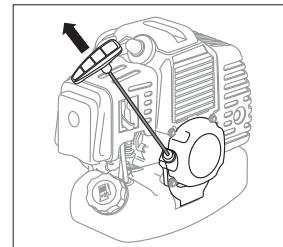

fig. 11
6. Ținând trimmerul trageți lin de mânerul starterului până în momentul de cuplare în mecanismul starterului. După care trageți energetic de cablu până la 50-60 cm (fig. 11). Pentru a evita deteriorarea carcasei starterului nu lăsați mânerul starterului să revină înapoi brusc, îl întoarceți ușor în poziția inițială. Repetați de 3-5 ori până la prima aprindere a combustibilului în motor. În acest caz motorul nu trebuie să pornească.